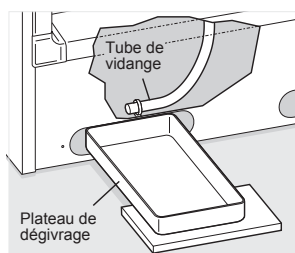

figure 1
- **Sur les modèles verticaux avec système de vidange de l'eau de dégivrage** (figure 1), enlever le bouchon de vidange au fond du appareil en le tirant directement. Pour accéder au tuyau de vidange extérieur sur les modèles munis d'un panneau inférieur, vous devez au préalable retirer ce panneau inférieur fixé au appareil par deux vis. Le tuyau de vidange est situé près du centre gauche sous l'appareil. Placez un récipient creux sous le tuyau de vidange. L'eau du dégivrage va s'y écouler. Vérifiez de temps à autre que l'eau ne déborde pas. Un demipouce adaptateur de tuyau de jardin peut être utilisé pour vidanger l'appareil directement dans un égout. Si votre modèle n'est pas équipé avec un adaptateur, celui peut être acheté à la plupart des magasins de matériel. Remettez le bouchon en place lorsque le dégivrage et le nettoyage sont terminés. Si le bouchon de vidange est resté ouvert, de